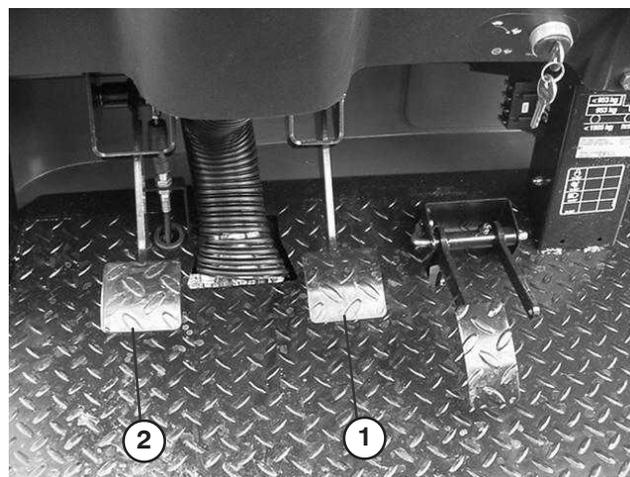

Figure 60
2. Soulevez la pédale de frein (Fig. 60) jusqu'à ce qu'elle touche le châssis.